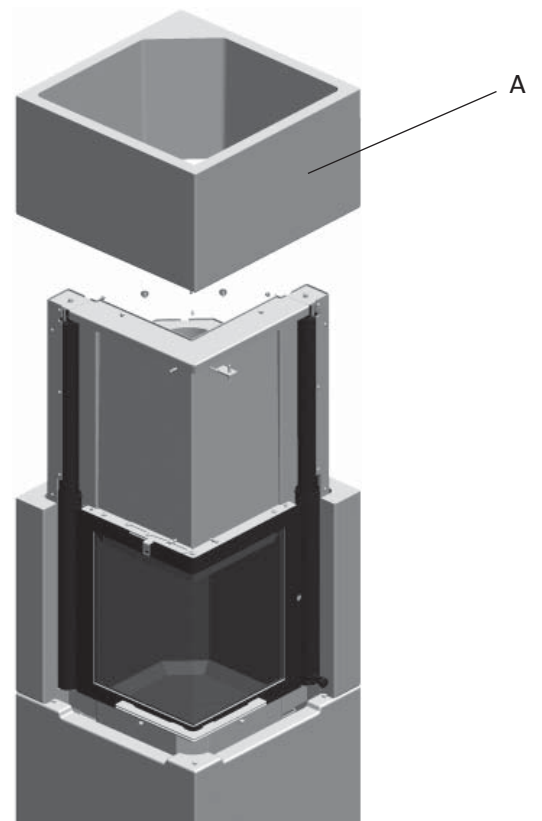

Fig.10
8. Positionieren Sie Aufsatz 2 (**Abb. 10 A**). Die Aussparung muss nach oben weisen. Nutzen Sie Acrylklebstoff zum Befestigen.